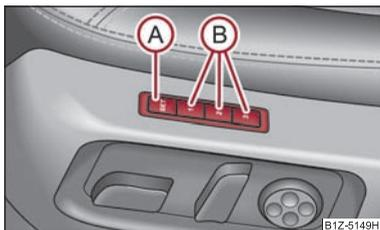

Fig. 57 Siège du conducteur: Touches de mémorisation et touche SET
- Appuyez sur la touche **SET** **A** ⇒ fig. 57.
Le système Memory vous permet de mémoriser la position choisie par le conducteur pour les sièges et les rétroviseurs extérieurs. Chacune des trois touches de mémorisation **B** ⇒ fig. 57 correspond à une position différente, donc trois au total. Après une pression sur la touche de mémorisation **B** voulue, le siège et les rétroviseurs extérieurs se mettent automatiquement sur les positions affectées à cette touche ⇒ page 72.
- **Appel automatique par effleurement:** appuyez brièvement sur la touche de mémorisation souhaitée (B) ⇒ page 72, fig. 57. Le siège et les rétroviseurs extérieurs se placent automatiquement sur les positions mémorisées (mais seulement si le contact a été mis et si la vitesse est inférieure à 5 km/h).
- **Touche de mémorisation:** Appuyez sur la touche de mémorisation (B) voulue et maintenez-la jusqu'à ce que le siège et les rétroviseurs extérieurs se soient mis sur les positions mémorisées.